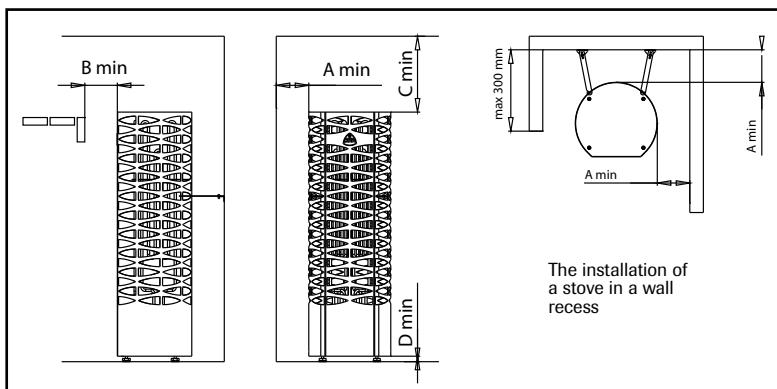

Abbildung 1. Mindestsicherheitsabstände für den SAANA-Ofen.
\*\*) Siehe Abbildung 1
- Der Ofen kann auch in einer Wandaussparung aufgestellt werden, siehe Abbildung 1.